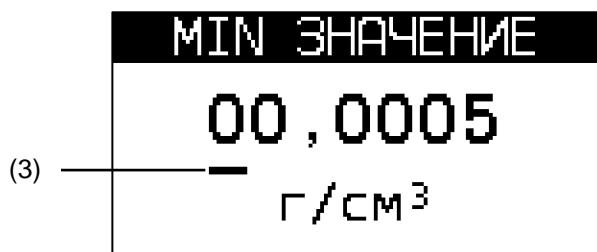

Рисунок 6.8. Изменение значения редактируемого параметра.
Изменение значения параметра осуществляется посимвольно. Редактируемый символ выделяется знаком подчеркивания см. **рисунок 6.8.**, позиция (3). Выбор другого символа производится перемещением знака подчеркивания кнопкой **ВПРАВО**. Перемещение выполняется циклически: с последнего символа производится переход на первый.